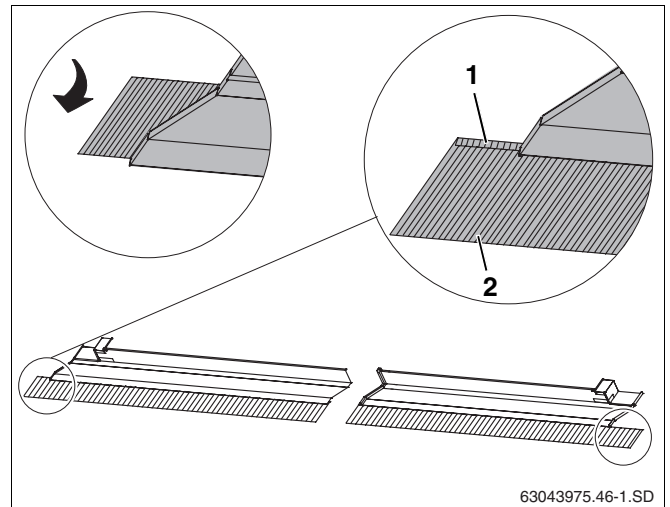

Fig. 42 Aplicar os aventais de chumbo
- ▶ Dobrar os aventais de chumbo de todas as chapas de cobertura para a frente (fig. 42, **item 2**).
- ▶ Dobrar igualmente as extremidades das chapas de cobertura exteriores em cima (fig. 42, **item 1**) para a frente.